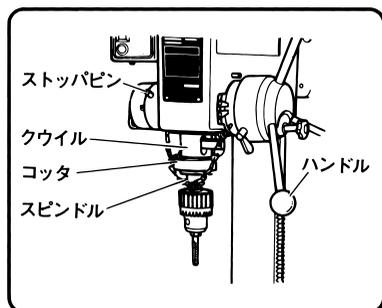

図 7
(1) スピンドルを約50mm下げ、ストップピンを押し込み、スピンドルの上下動を固定します。
(2) スピンドルを回転させ、スピンドルとクウイルのコッタ穴を合わせ、コッタ穴にコッタを入れハンマーでコッタを軽くたたくとドリルまたはドリルチャックが下方にはずれます。(図7)